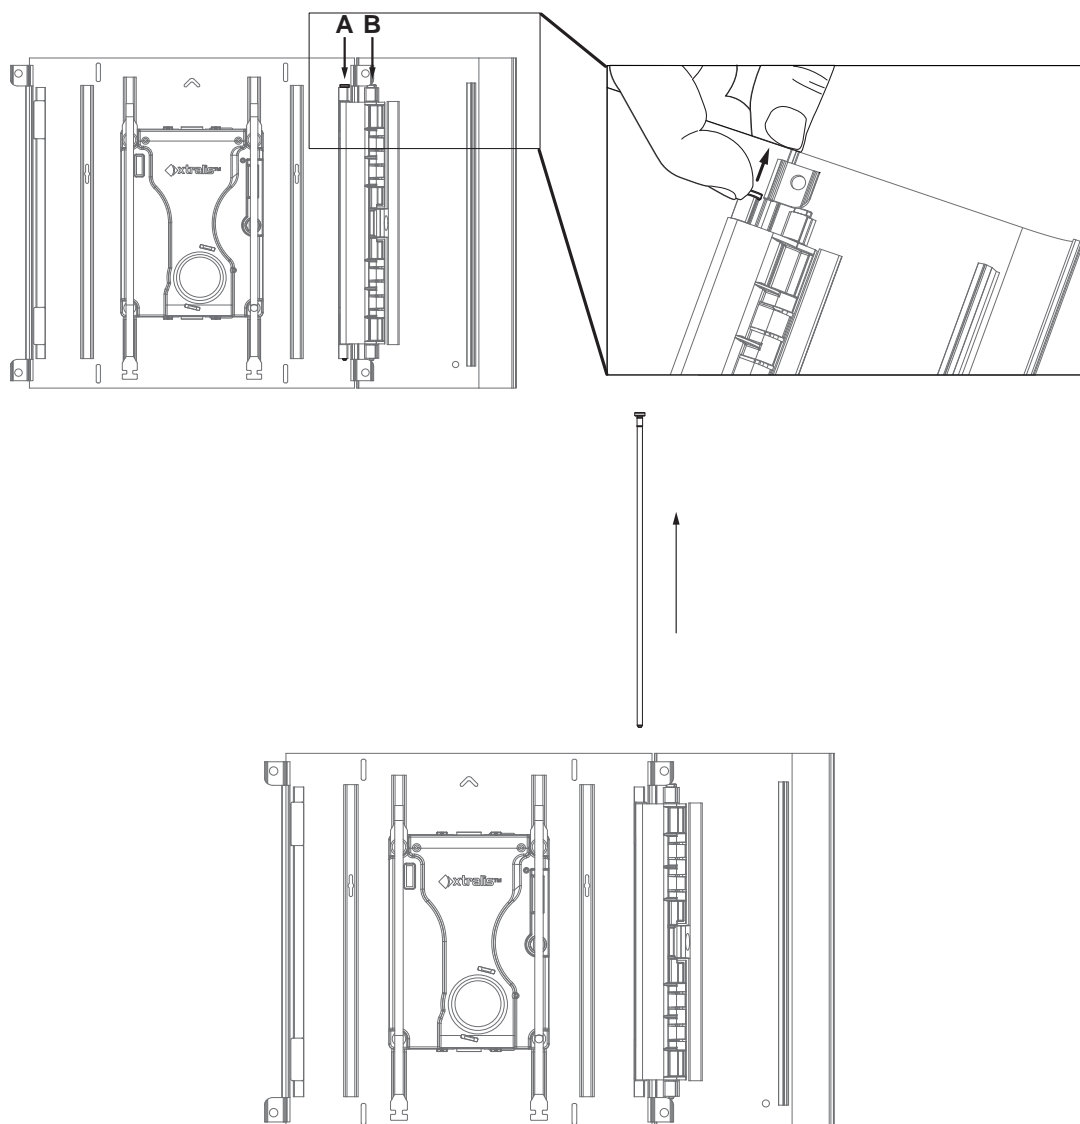
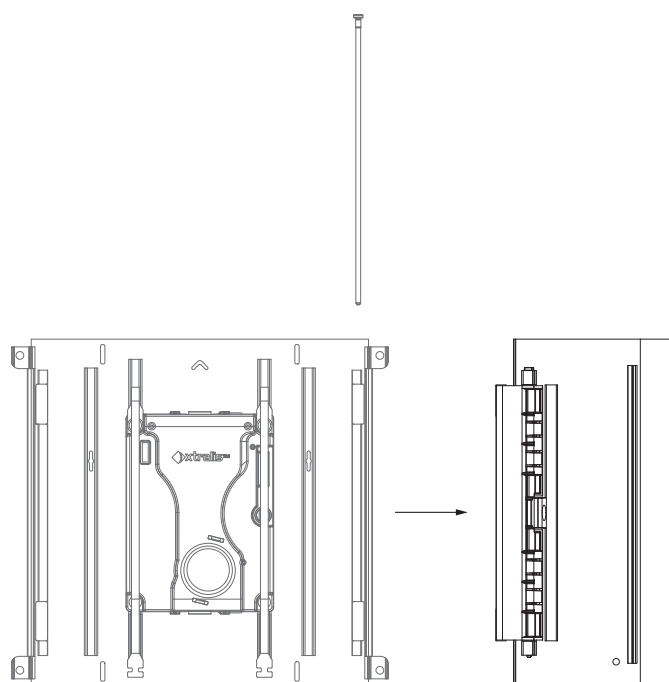

Рис. 4-9: Извлечение спицы дверной петли A
Рис. 4-10: Отсоединение дверцы
5. Отсоедините переднюю дверцу от передней панели, вытащив спицу А из петли (Рис. 4-9, Рис. 4-10). Оставьте спицу В на месте, не извлекайте ее.